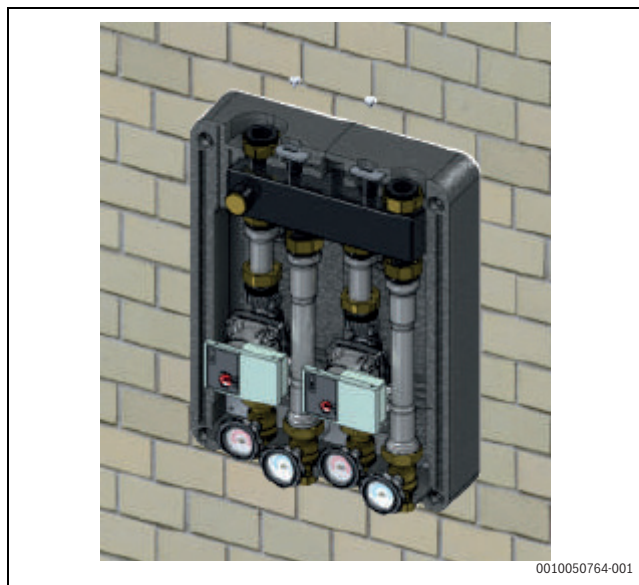
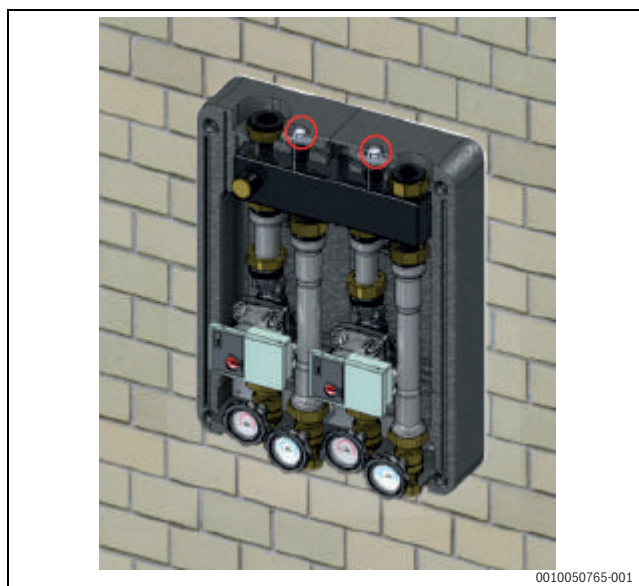

Fig. 108 Fastgørelse af modulet på væggen
Fig. 109 Iskrue af sekskantskruerne
5. Fastgør modulet på væggen ved hjælp af vægbeslagene, der er monteret forinden (→ fig. 108). Skru sekskantskruerne i (→ fig. 109).